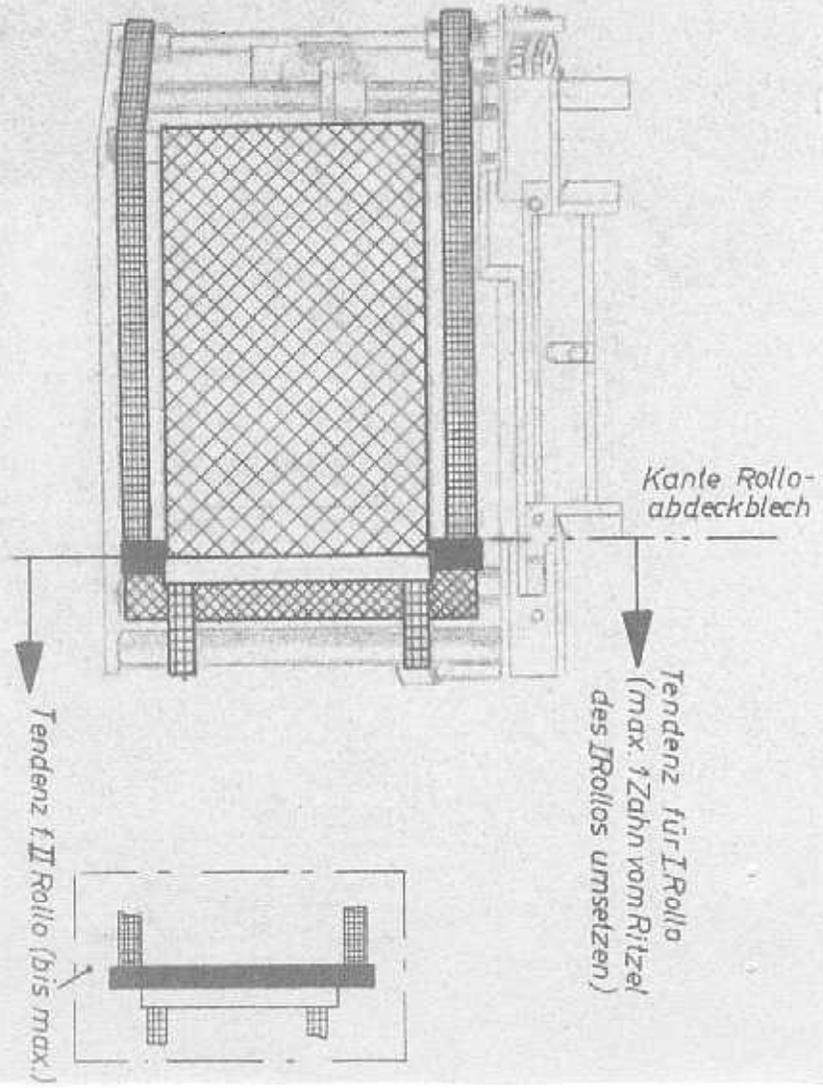

Abb. 2
- c) Mit dem Zeiteinstellknopf Verschuß langsam ablaufen lassen, dabei I. Rollo 400.42 U 2 und Bildfenster beobachten. Verläßt das I. Rollo das Bildfenster (Rollostäbchen läuft über die rechte Kante des Bildfensters, siehe Abb. 2), so muß der X-Kontakt geschlossen sein. Ist dies nicht der Fall, so müssen die Kontaktfedern B (s. Abb. 9, Reparatur-Anweisung IIa) gebogen werden, bis die richtige Kontaktgabe erreicht wird. Die Spiegelaufzugsbuchse 300.20-6 an der Verschußachse 400.51 U 3 steuert die Kontaktgabe.